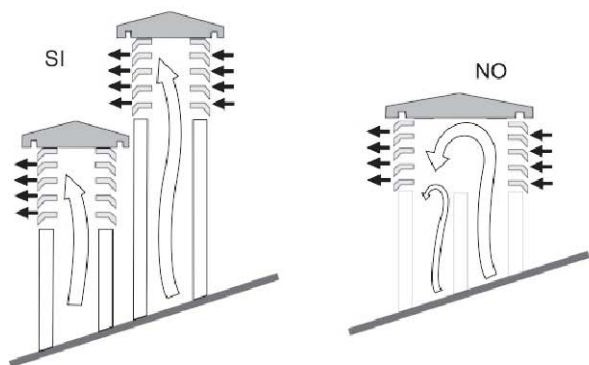

Fig.3
- Qualora si utilizzino canne fumarie ad uscite parallele si consiglia di alzare di un elemento la canna controvento. (*fig. 3*)